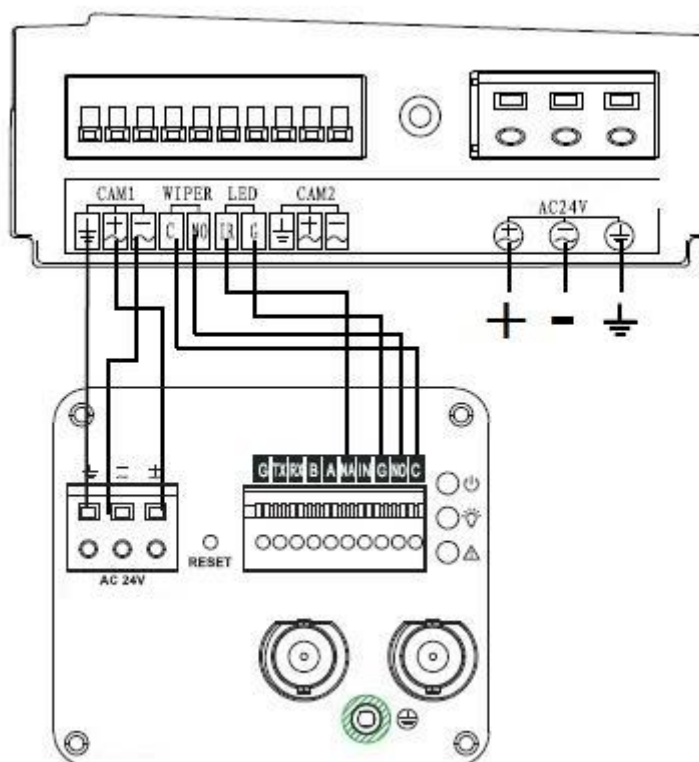

Рисунок 5.9
5.5.4 Подключите видеокамеру в соответствии со схемой подключений (рис. 5.9)